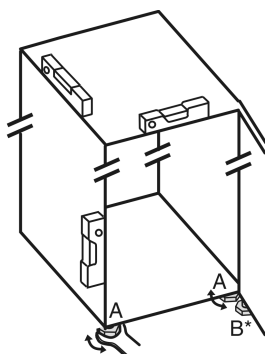

Fig. 8
- Skruva ut justeringsfötterna Fig. 8 (A) med bifogad skruvnyckel och ta hjälp av ett vattenpass så att skåpet står stadigt och jämnt.
- Skruva ut lagerbockens justeringsfot Fig. 8 (B) med bifogad skruvnyckel tills den står på golvet.
- Vrid justeringsfoten Fig. 8 (B) ytterligare 90°.